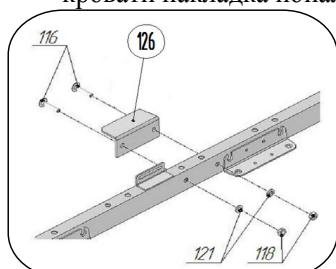
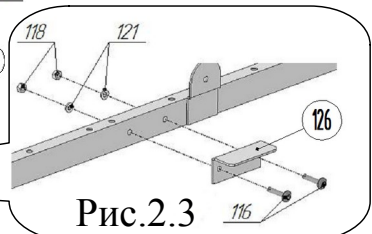
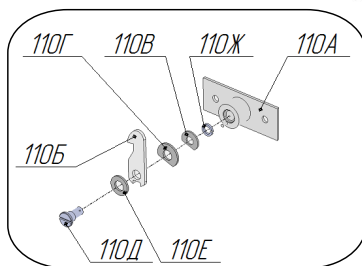
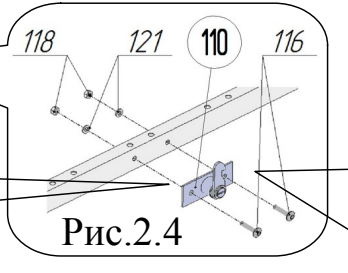

Рис.2.2
Рис.2.3
Рис.2.5 Фиксатор в сборе поз.110 для установки слева
Рис.2.4
2. Присоединить к рамам кровати поз.1, 2 уголки поз.126 (2 места) — рис.2.2 и 2.3, фиксатор в сборе поз.110- справа (рис.2.4), используя винты М6х35 поз.116, гайки М6 со стопорным кольцом поз.118, шайбы Ø6х18 стальные поз.121. В случае, если установка механизмов производится на левой боковине, фиксатор в сборе поз.110 разобрать в соответствии с рисунком 2.6. Перевернуть собачку поз.110Б в зеркальное положение, собрать фиксатор в обратной последовательности (рис.2.5). При сборке строго соблюдать последовательность установки деталей, руководствуясь рисунком 2.5. Закрепить собранный фиксатор поз.110 на раме слева аналогично рис.2.4, но зеркально, а ранее установленные уголки поз.126 (рис.2.2 и рис.2.3) переставить на противоположные стороны рамы. На торец упора поз. 46 установить накладку войлочную поз.33 в соответствии с рисунком 1.2.1. Разместить её так, чтобы в сложенном состоянии кровати накладка попала на уголок поз.126 (рис.2.2).